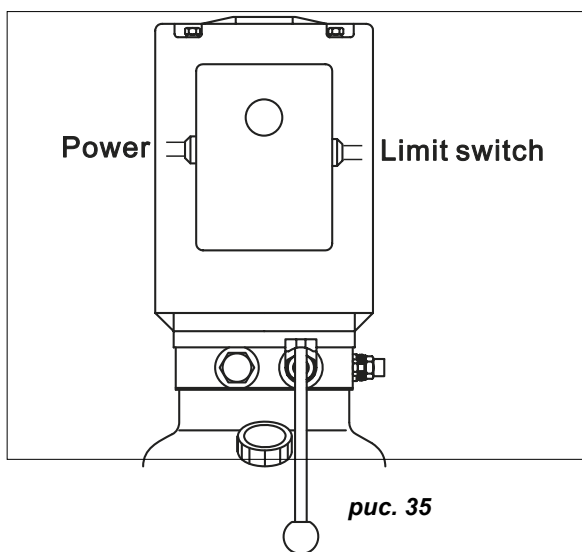

рис. 35
4.4.3.2 Подключить кабель электропитания и провод датчика-ограничителя к контактной колодке монтажного блока электродвигателя (рис. 35) согласно схеме на стр. 4.
**4.4.3.4** Закрыть крышку электрического блока. Нажать кнопку пуска (рис. 35), направление вращения двигателя должно соответствовать стрелке на корпусе насоса.